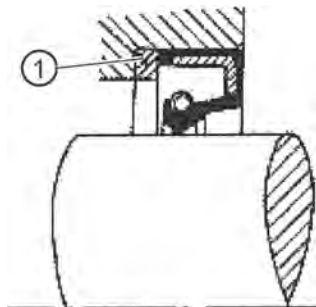

Abbildung 12: Einbau eines Distanzrings zwischen Bohrungsgrund und RWDR
- Einbau eines Distanzrings zwischen Bohrungsgrund und Radialwellendichtring (siehe Abbildung 12).